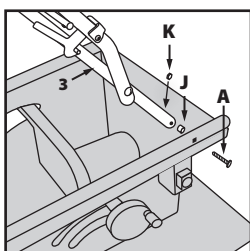

Fig. 7
- Attachez l'élément **4** à l'endroit prévu sur la machine. Veillez à ce que le levier de blocage et la goupille soient du même côté que la molette de levage et d'abaissement/de réglage de l'inclinaison. (**Fig. 7**).